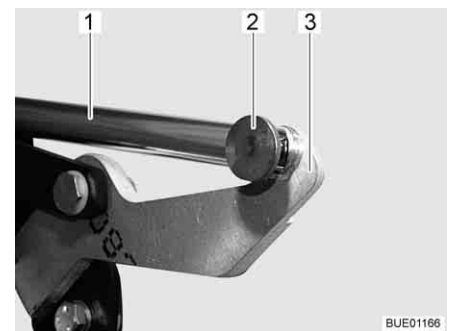

Fig. 120 Azionamento
- Rimuovere il collegamento (p. es. perno e spina a molla) (Fig. 120,2) tra la biella (Fig. 120,1) e la leva (Fig. 120,3).